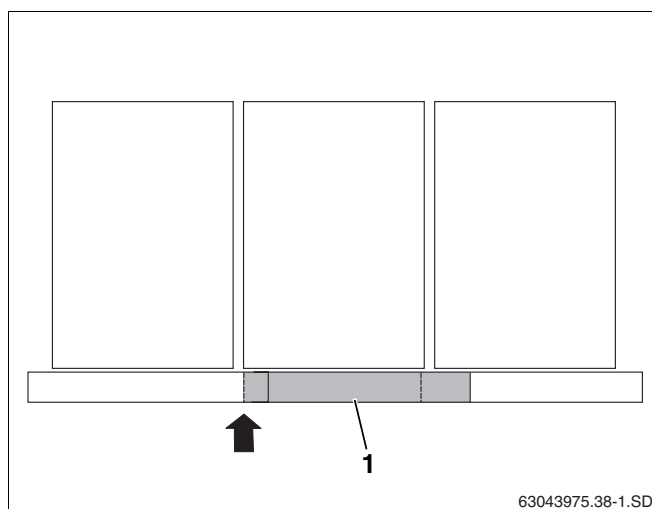

Fig. 45 Positionnement des tôles de recouvrement centrales avec capteurs verticaux
S'il y a plus de deux capteurs verticaux, les tôles de recouvrement centrales inférieures (fig. 45, **pos. 1**) sont nécessaires. Celles-ci doivent être alignées à gauche avec le capteur (flèche).